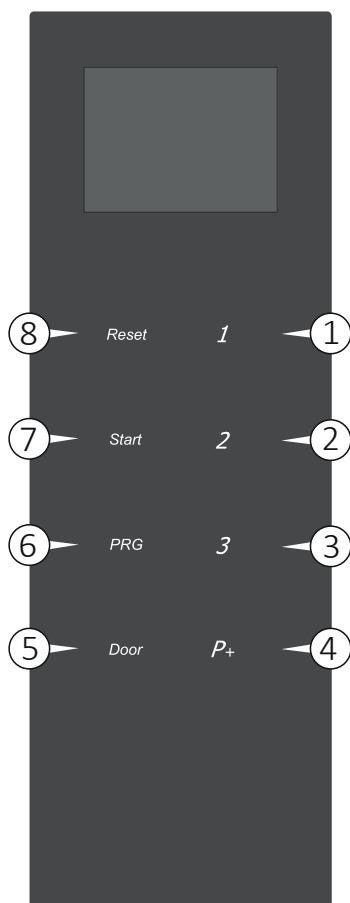

Fig. 17
Para seleccionar os programas disponíveis, utilizar as teclas P1, P2 ou P3 (ver Fig. 17), dependendo do programa mais adequado para o nível de sujidade da carga.
- Abrir a porta com a tecla DOOR (5 Fig. 17) para a introdução dos cestos.
- Fechar a porta e empurrá-la até que se aciona o bloqueio. A porta pode ser desbloqueada e aberta a cada momento antes da inicialização do programa, pressionando a tecla DOOR (5 Fig. 17).
Para seleccionar os programas à disposição usar a tecla P1, P2, P3 ou P+ (para seleccionar os programas 4 a 40) no quadro de comandos (Fig. 17).
Para inicializar um programa, pressionar a tecla START (7 Fig. 17).
A mensagem no ecrã «Terminado» indica que o programa foi realizado corretamente. Desbloquear a porta pressionando a tecla DOOR (Fig. 17) e abre-a.
Descrição do painel de controlo (Fig. 17):
- 2) Com a máquina inicializada e porta fechada, aparecerá a página para a escolha dos programas. Pressionar a tecla escolhida (P1, P2 ou P3 Fig. 17) no quadro de comandos. Para aceder aos programas seguintes (se memorizados), deve ser pressionada várias vezes a tecla «P+».
- 4) Opcional: introduzir a palavrachave do operador: utilizar a chave P1, P2, P3, RESET, START e PRG no painel de controlo para digitar a palavrachave correcta (Ver Fig. 17 para descrição da chave).